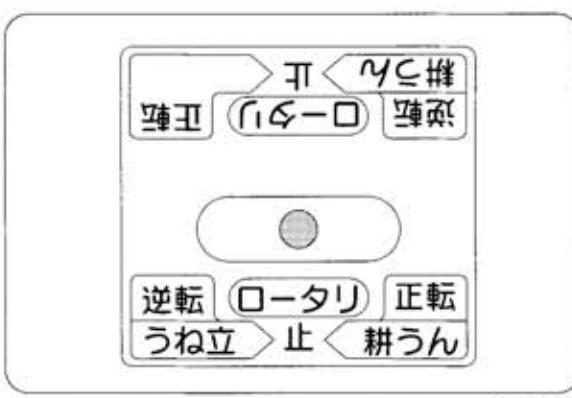

図7
- ③ ロータリーチェンジレバーを【止】位置にします。（図7）